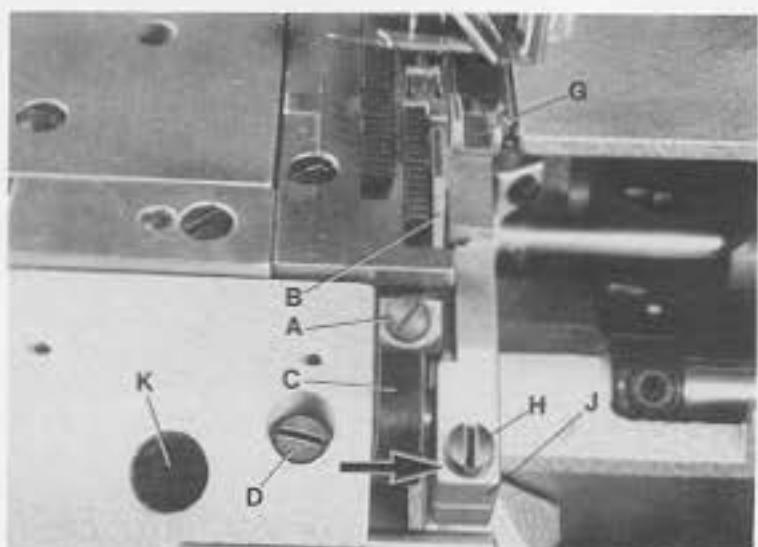

Fig. 50
Remove the edge guide. Loosen screw (A, Fig. 50) in lower knife holder (C) and move lower knife (B) up or down until its cutting edge is parallel and flush with throat plate top surface. Retighten screw (A).
Note: Lower knife holder (C, Fig. 50) is set at the factory so the cutting edge of lower knife is parallel with top surface of throat plate. When replacing the lower knife holder it has to be set accordingly. Loosen screw (D, Fig. 50) and turn lower knife holder (C) until the cutting edge of lower knife is parallel with top surface of throat plate. Secure this setting with stop screw (E, Fig. 51) and lock nut (F) in lower knife holder. Retighten screw (D, Fig. 50).
Loosen screw (D, Fig. 50) and align the width of trim to the right needle by moving lower knife holder (C) laterally. If this adjustment is obstructed by the upper knife (G), loosen screw (H) and move the upper knife to the right. Retighten screw (D) and also screw (H) if loosened, after setting the lower knife.
Check after making this setting, if the upper knife holder (J, Fig. 50) can be moved in direction of the arrow (see Fig. 50) against the pressure of the spring. If this is not possible, loosen screw (H) and move the upper knife holder (J) accordingly to the right. Retighten screw (H).
Entfernen Sie die Stoffkantenführung, Lösen Sie die Schraube (A, Fig. 50) im Untermesserhalter (C) und schieben Sie das Untermesser (B) nach oben oder unten bis die Schneide parallel und auf gleicher Höhe mit der Stichplattenoberfläche steht. Ziehen Sie die Schraube (A) wieder an.
Beachten Sie: Der Untermesserhalter (C, Fig. 50) wird im Werk so eingestellt, daß die Schneide des Untermessers parallel zur Stichplattenoberfläche steht.
Beim Austausch muß ein neuer Untermesserhalter entsprechend eingestellt werden. Lösen Sie die Schraube (D, Fig. 50) und drehen Sie den Untermesserhalter (C, Fig. 50) bis die Untermesserschneide parallel zur Stichplattenoberfläche steht. Sichern Sie diese Einstellung mit der Anschlagschraube (E, Fig. 51) und der Kontermutter (F) im Untermesserhalter. Ziehen Sie die Schraube (D, Fig. 50) wieder an.
Lösen Sie die Schraube (D, Fig. 50) und richten Sie durch seitliches Verschieben des Untermesserhalters (C) die Abschnittsbreite zur rechten Nadel entsprechend aus. Wird diese Einstellung durch das Obermesser (G) behindert, lösen Sie die Schraube (H) und schieben das Obermesser nach rechts. Ziehen Sie nach der Einstellung des Untermessers die Schraube (D) und gegebenenfalls die Schraube (H) wieder an. Prüfen Sie nach dieser Einstellung, ob sich der Obermesserträger (J, Fig. 50) in Pfeilrichtung (siehe Fig. 50) entgegen der Kraft der Andrückfeder bewegen läßt. Ist dies nicht möglich, lösen Sie die Schraube (H) und drücken den Obermesserträger (J) entsprechend nach rechts. Ziehen Sie die Schraube (H) wieder an.
To adjust the shear angle loosen screws (H and K, Fig. 50). Set shaft (P, Fig. 52) so, that mark (Q) on the shaft and mark (R) in cylinder are lined up.
Turning shaft (P, Fig. 52) in direction of the arrow increases the shear angle, turning it against direction of the arrow decreases it. Retighten screws (H and K, Fig. 50) and make sure that the settings described in paragraph "SETTING THE UPPER KNIFE" are not disturbed.
Zur Einstellung des Scherwinkels lösen Sie die Schrauben (H und K, Fig. 50). Stellen Sie die Achse (P, Fig. 52) so, daß sich die Markierungen (Q) auf der Achse und (R) am Zylinder gegenüberstehen.
Drehen der Achse (P, Fig. 52) in Pfeilrichtung vergrößert den Scherwinkel, drehen in entgegengesetzter Richtung verkleinert ihn. Ziehen Sie die Schrauben (H und K, Fig. 50) wieder an und beachten Sie, daß die im Abschnitt "EINSTELLUNG DES OBERMESSERS" beschriebenen Einstellungen erhalten bleiben.